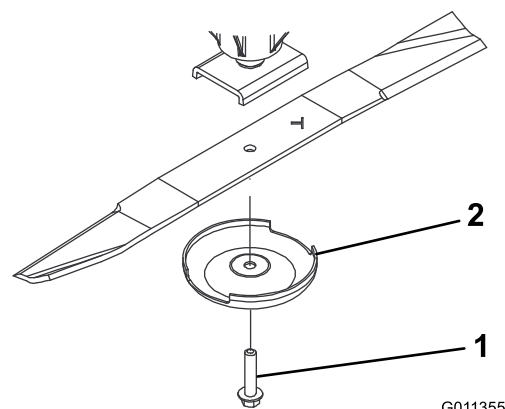

Figura 63
2. Sujete el extremo de la cuchilla usando un paño o un guante grueso. Retire del eje de la cuchilla el perno de la cuchilla, el protector de césped y la cuchilla (Figura 63).
3. Instale la cuchilla, con la vela hacia la carcasa de corte, con el protector de césped y el perno de la cuchilla (Figura 63). Apriete el perno de la cuchilla a 115–149 N m.
Si se permite que la cuchilla se desgaste, se formará una hendidura entre la vela y la parte plana de la cuchilla (Figura 63). Con el tiempo, una parte de la cuchilla puede desprenderse y ser arrojada desde debajo de la carcasa, posiblemente causando lesiones graves a usted o a otra persona.